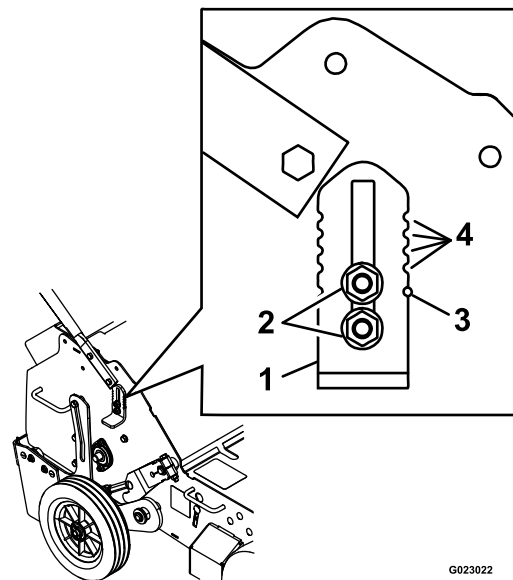

Figura 18
3. Afloje las tuercas que sujetan el tope de la rueda del lado derecho de la máquina (Figura 18).
- Repita los pasos 3 a 5 para el tope de la rueda del lado izquierdo de la máquina. Utilice las muescas guía del tope de la rueda y los orificios guía del bastidor para ajustar los toques de las ruedas a la misma altura en cada lado (ver Figura 18).